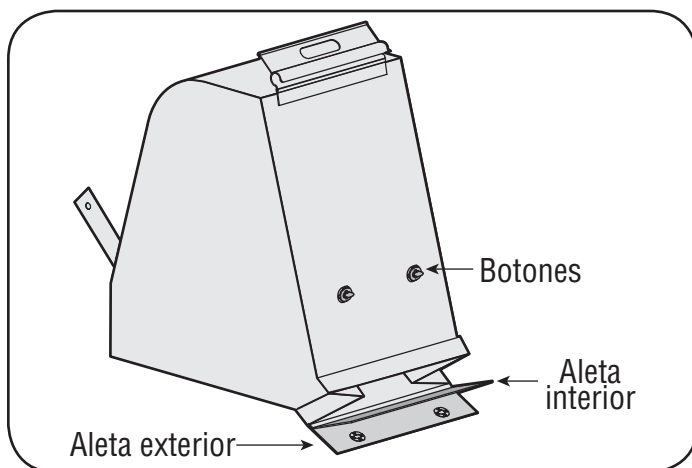

Figura 12
2. Gire los dos botones de la parte posterior de la bolsa para abrirla y vaciar el contenido. Vea la figura 12. Sostenga la manija y el broche de la bolsa mientras vacía el contenido.
4. Doble la aleta exterior sobre la aleta interior e inserte los botones de la bolsa a través de las salidas metálicas. Vea la figura 12.